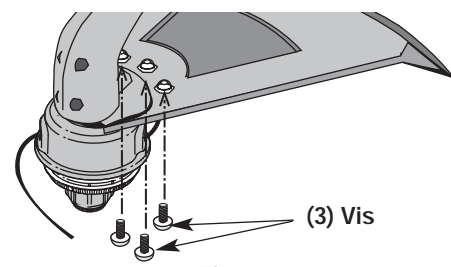

Figure 5
3. Introduisez une vis dans le trou du bas du protecteur d'accessoire de coupe. Vissez-la dans l'écrou posé à l'étape 2 (Fig. 5). Évitez de serrer.